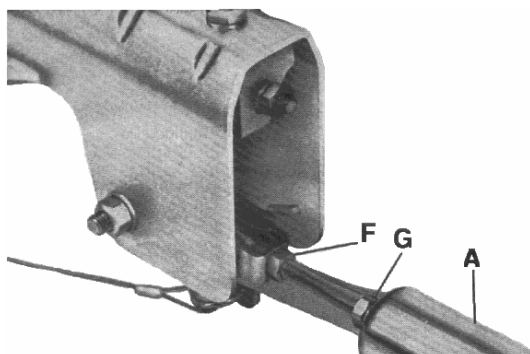
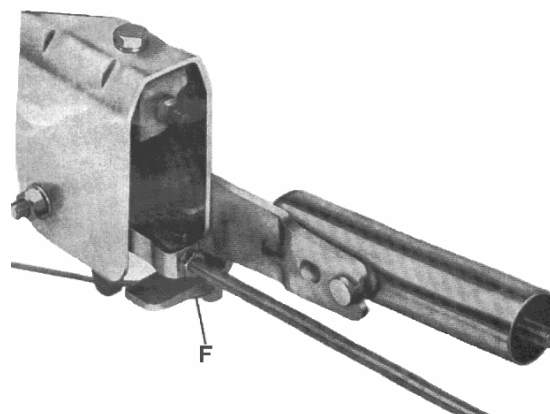
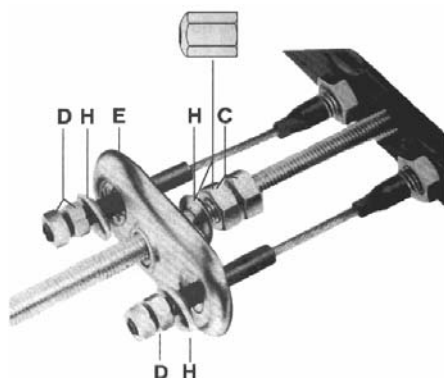

Рис. 4
Рис. 5
Рис. 6
Тормозную тягу необходимо закрутить в резьбу вилку на 15 мм и зафиксировать контргайкой **F** (рис. 5). Остальные гайки в соответствии с рисунками 3, 4, 5, 6, 7 наживить. Обратите внимание, чтобы у типа **НФ** гайка **G** находилась на расстоянии 10 мм от торцевой поверхности энергоаккумулятора **A** (рис. 4). Не забудьте установить сферические шайбы **H** в соответствии с рис. 6, 7.
4. Переместите корпус замка 2 на шар сцепного устройства автомобиля и резким движением опустите его (рис. 4)
5. Проверьте положение указателя 4 на корпусе сцепной головки (рис. 5)